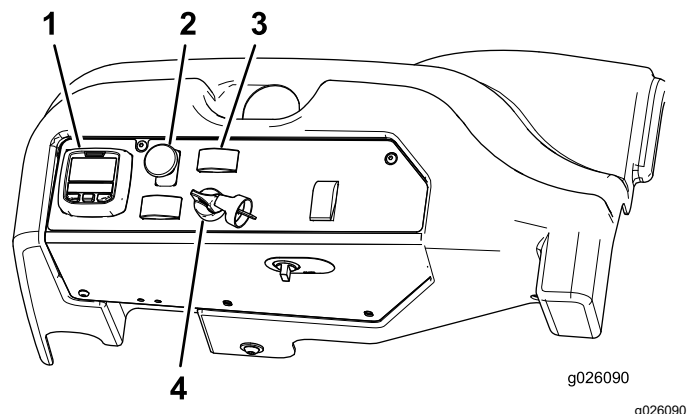

Figure 23
4. Placez la commande de prise de force (PDF) en position DÉSENGAGÉE (Figure 23).